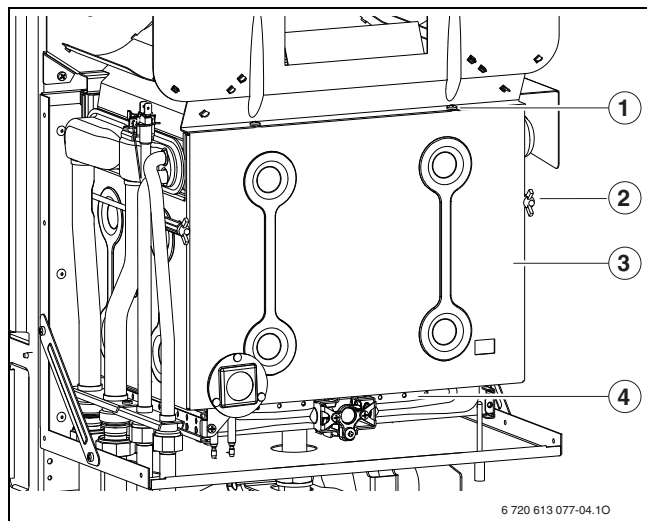

Рис. 35 Відкривання пальника
- ▶ Зняти передню стінку камери згоряння та пальник (→ рис. 35).